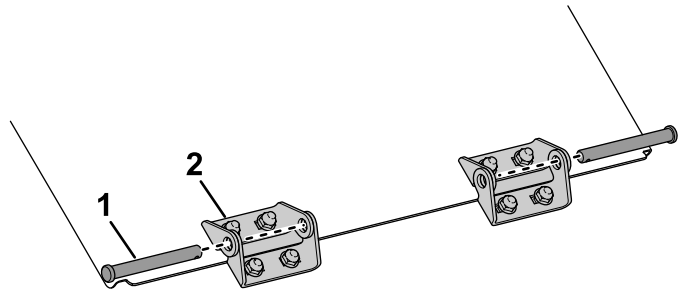
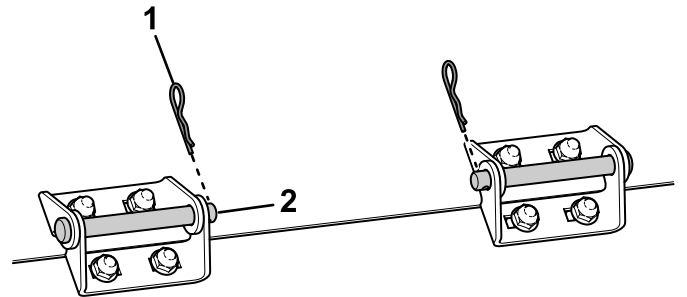

Figura 8
Figura 9
7. Montați trapa buncărului la mână conectând cele 2 părți ale balamalei la axul de basculare, aa cum se arată în Figura 8 și Figura 9.